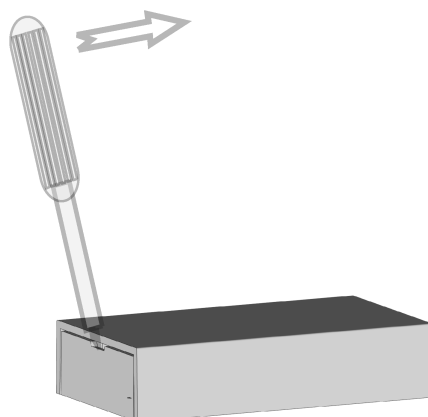

Figura 1: Aprire l'alloggiamento
- Aprire l'alloggiamento facendolo scorrere ai lati. Se necessario, utilizzare un cacciavite a taglio stretto (Figura 1).